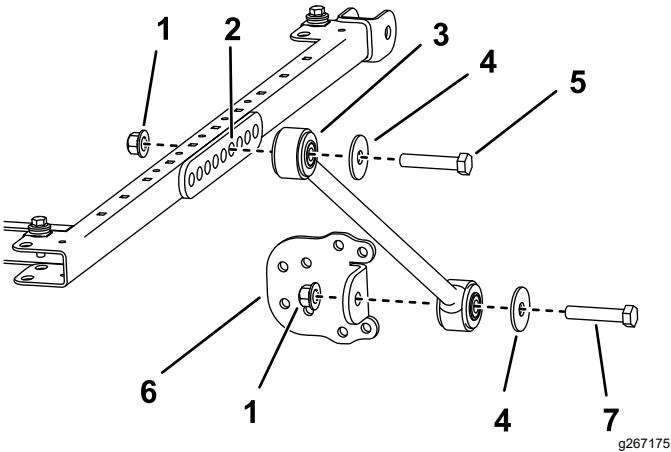

Рисунок 24
9. С каждой стороны рамы солнцезащитного навеса прикрепите, не затягивая, подпорку к шестому отверстию монтажного кронштейна с помощью болта ($\frac{1}{2}$ x $2\frac{3}{4}$ дюйма), шайбы ($\frac{1}{2}$ дюйма) и фланцевой гайки ($\frac{1}{2}$ дюйма), как показано на рис. Рисунок 24.
10. Прикрепите, не затягивая, кронштейн подпорки к каждой подпорке с помощью болта ($\frac{1}{2} \times 2\frac{1}{2}$ дюйма), шайбы ($\frac{1}{2}$ дюйма) и фланцевой гайки ($\frac{1}{2}$ дюйма), как показано на Рисунок 24.